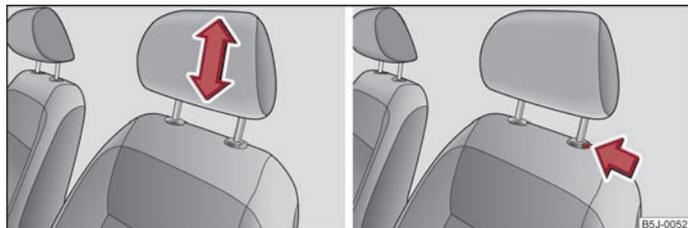

Abb. 35 Kopfstütze: Einstellen / Herausziehen
- Fassen Sie die Kopfstütze seitlich mit beiden Händen an und schieben Sie sie je nach Wunsch nach oben ⇒ Abb. 35 - links.
- Möchten Sie die Kopfstütze nach unten verschieben, drücken und halten Sie die Sicherungstaste mit einer Hand gedrückt ⇒ Abb. 35 - rechts und mit der anderen Hand drücken Sie die Kopfstütze nach unten.
- Drücken Sie die Sicherungstaste in Pfeilrichtung ⇒ Abb. 35 - rechts und ziehen Sie die Kopfstütze heraus.